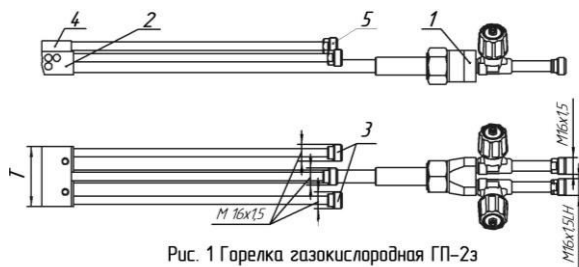

Рис. 1 Горелка газокислородная ГП-2з
4.1 Горелка газокислородная для закалки ГП-2з (Рис.1) состоит из ствола 1, газопламенного наконечника 2, и закалочного наконечника 4, имеющего штуцер подвода закалочной жидкости 5. Газопламенный наконечник состоит из смесительной камеры со съемным инжектором, трубки со штуцерами подвода охлаждающей жидкости 3, и мундштука. Мундштук имеет систему газопламенных сопел и встроенную водяную рубашку охлаждения. На стволе расположены рукоятка, два штуцера подвода газа, и два клапана.